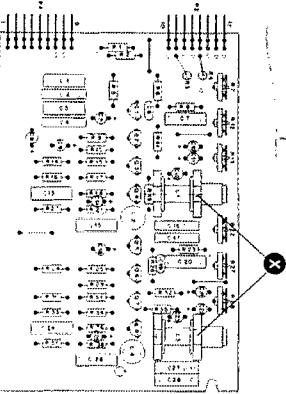

Fig. 6.4-9
- NF-Millivoltmeter an Messpunkt (X) des jeweiligen Aufnahmekanals anschließen (Fig. 6.4-9), siehe auch Schaltbild 1.177.230
- Connect millivoltmeter to the test point (X) of the respective recording channel (fig. 6.4-9). Refer to circuit diagram 1.177.230.
- Branchez un millivoltmètre BF au point de mesure (X) de chaque canal d'enregistrement (fig. 6.4-9); voyez également le schéma 1.177.230.